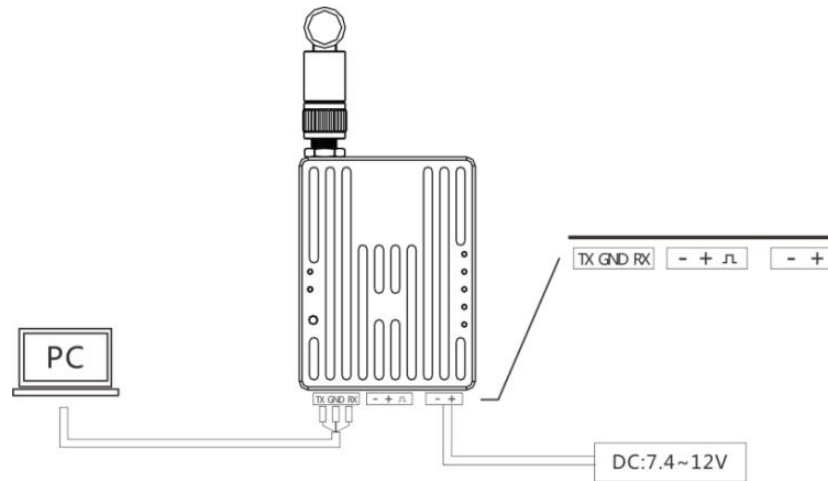

图 1 机载端连接配置软件方式
2. 按照如图 1、2 的连接方式，分别连接地面端和电脑或者机载端和电脑。注意机载端参数配置线的白线对应机载端的 **TX**，黑线对应 **GND**，绿线对应 **RX**。